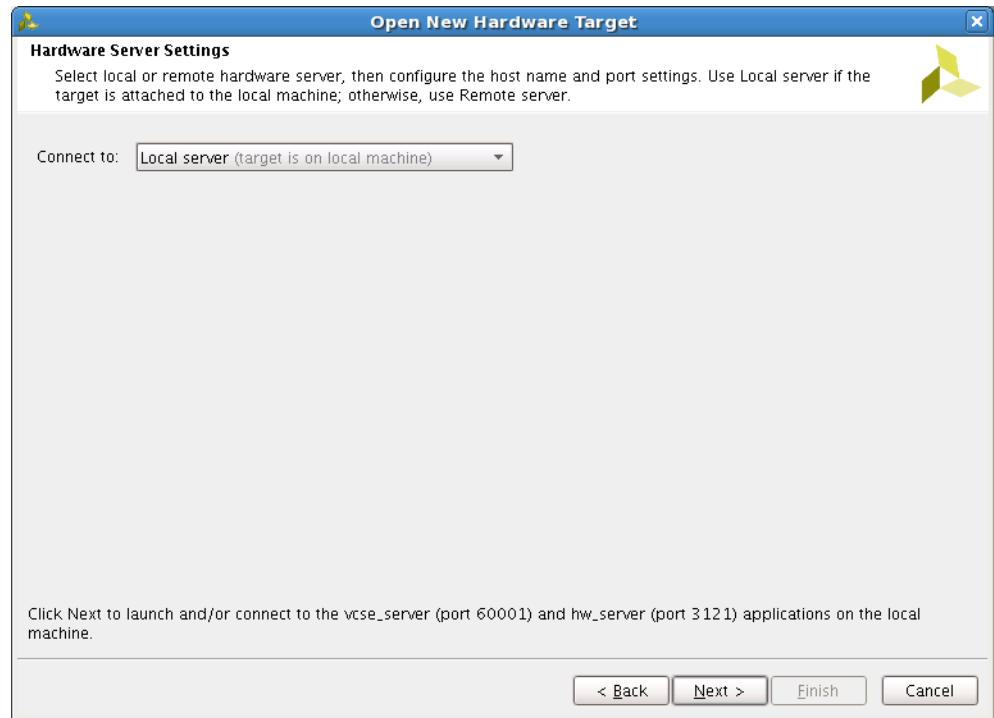

図 17 : [Hardware Server Settings]
3. [Local server] を選択して [Next] をクリックします (図 17)。